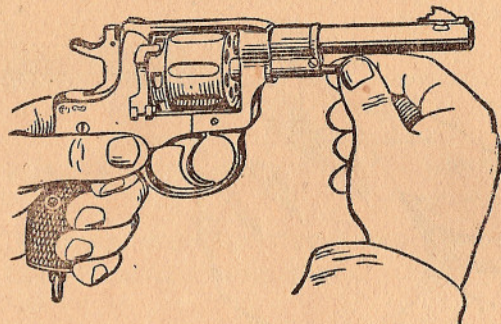

Рис. 26. Как вынуть шомпол.
1) **выдвинуть шомпол** из оси барабана: взять револьвер левой рукой за рукоятку, правой рукой повернуть шомпол за головку слева направо и выдвинуть его доотказа (рис. 26);